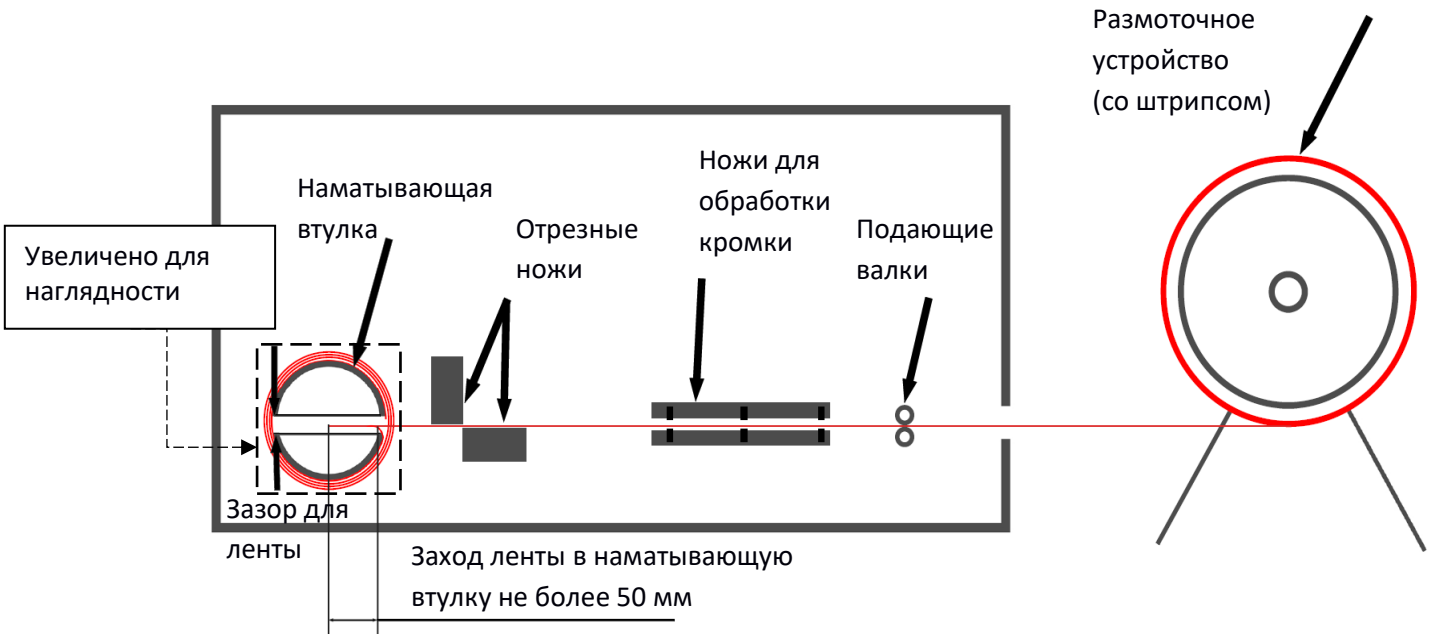
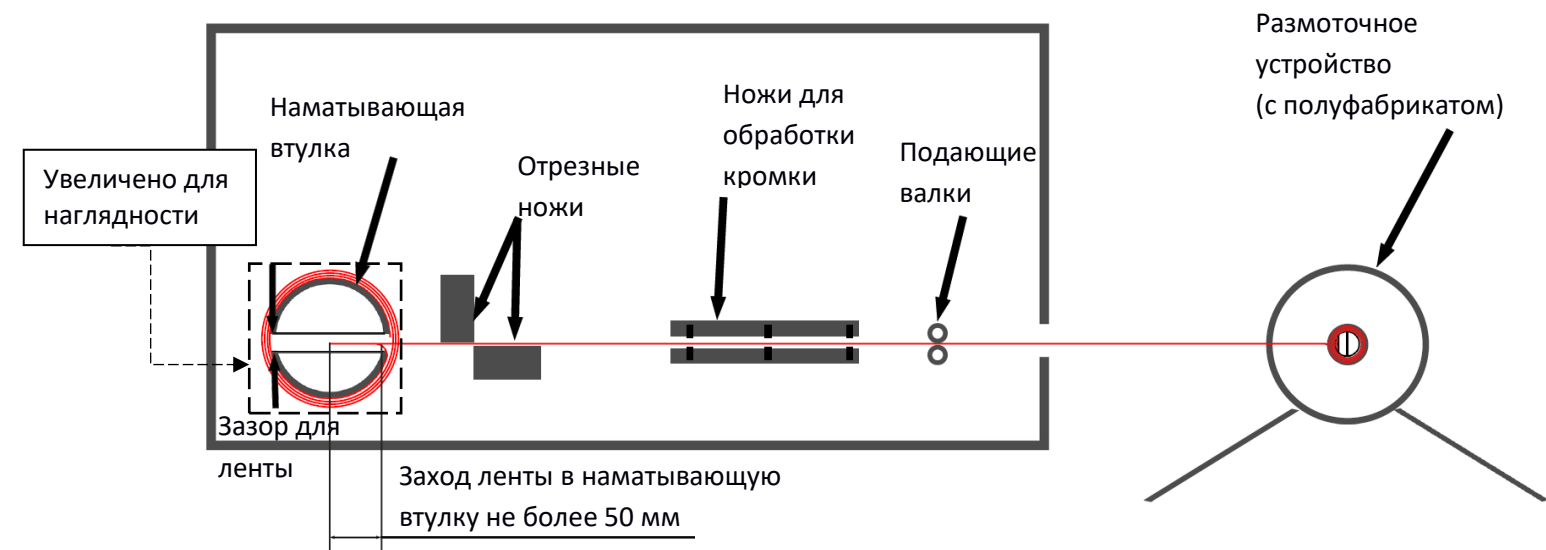

Рис.3 Эскиз линии со штрипсом
Рис.4 Эскиз линии с полуфабрикатом
2.2.7. Подача конца ленты в зазор втулки не более 50 мм (см. предложенные эскизы Рис.3, Рис. 4 и фото готового изделия Рис.5);